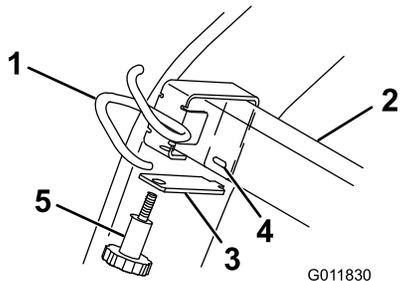

Figure 4
2. Placez le guide-câble par dessus la barre transversale à l'extrémité droite (Figure 4).
3. Insérez le collier dans la fente du guide de câble, puis fixez-le en place avec un bouton (Figure 4).